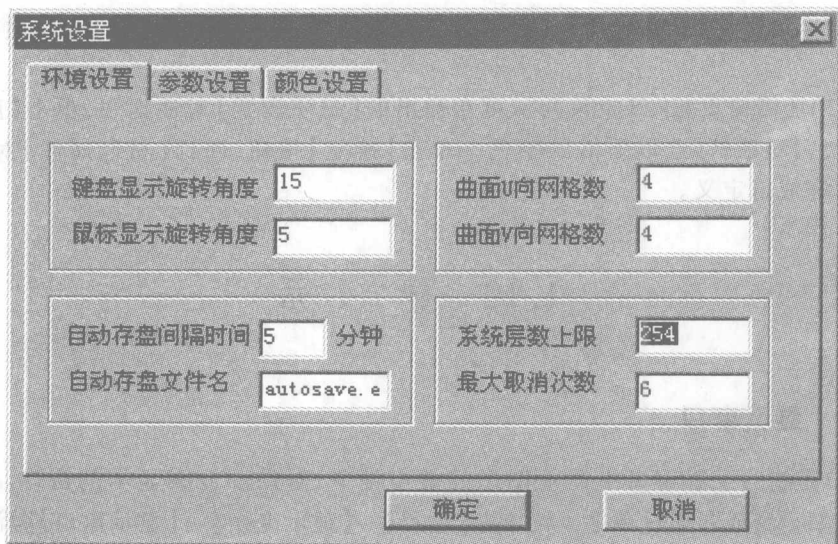

图 1-10
- (1) 单击主菜单上【设置】→【系统设置】，弹出图 1-10 所示【系统设置】对话框；
- (2) 选取【环境设置】或【系统设置】或【颜色设置】→输入参数→单击【确定】按钮。